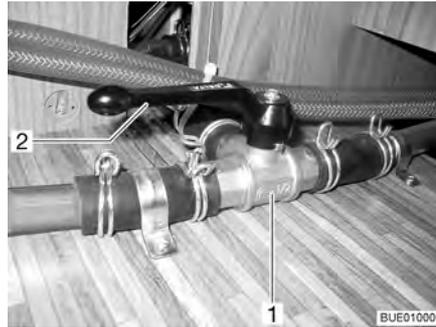

Fig. 139 Valvola a 3 vie
- Posizionare la leva (Fig. 139,2) della valvola a 3 vie (Fig. 139,1) parallela alla direzione di flusso diretta (Fig. 139).
- Posizionare la leva (Fig. 139,2) della valvola a 3 vie (Fig. 139,1) trasversale alla direzione di flusso diretta.